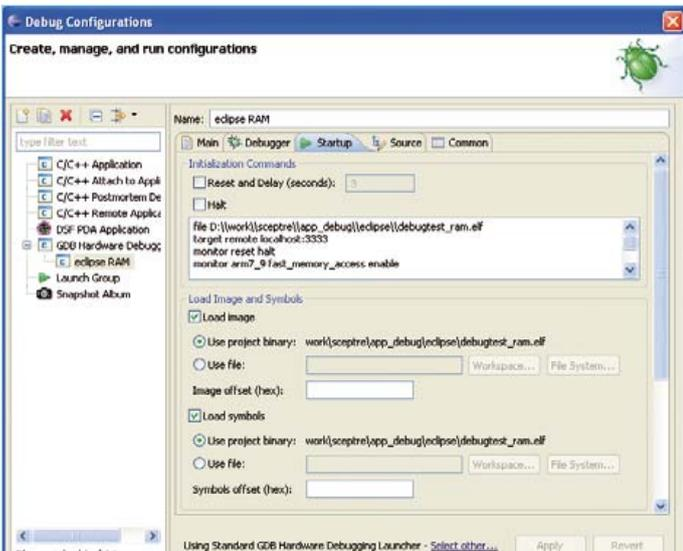

Bild 10. Dritter Tab. Die Parameter unter dem Scrollfenster haben die vorgegebenen Standardwerte.
- Zum Laden von Debug-Symbolen benutzt Eclipse das Kommando `symbol-file` von GDB anstelle des Kommandos `file`. Die ausführbare Datei wird nicht von GDB geladen, so dass ein nachfolgendes Kommando `load` keine Wirkung hat. Deshalb muss beim Debuggen im RAM das Kommando `file` explizit zu der Kommandoliste hinzugefügt werden, die beim Starten abgearbeitet wird. Es ist auch möglich, das Programm über die GDB-Konsole zu laden. Geben Sie den vollständigen Pfad an und verwenden Sie, wie in **Bild 10**, doppelte Slashes (//) oder Backslashes (\\) anstelle einzelner Backslashes (\).